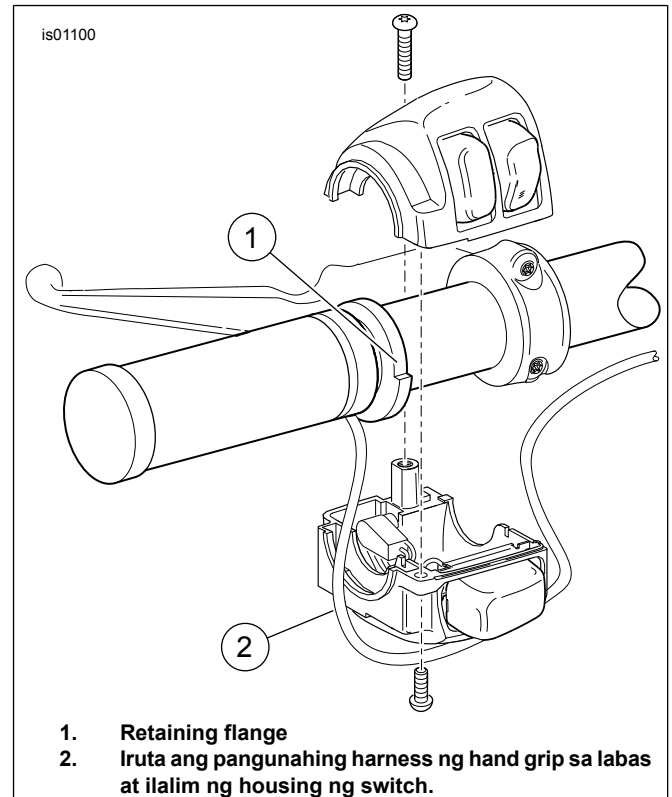

Figure 1. Napapainit na Hand Grip (Kaliwang Bahagi)
9. Tingnan ang Figure 1 . Ilagay ang kaliwang grip sa handlebar nang sa gayon ay maikakabit nang maayos ang retaining flange (1) sa ibabang housing ng switch (2).